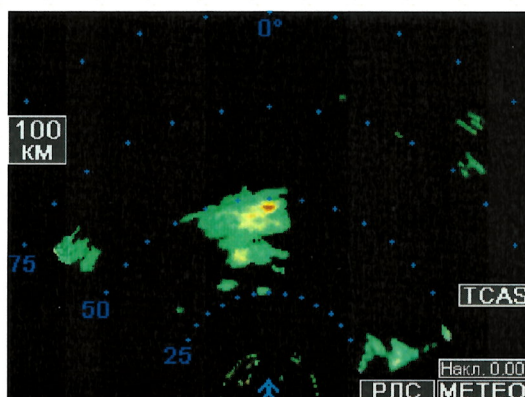

Рисунок 5 – Примерный вид изображения на экране индикатора СЭИ в режиме МЕТЕО.
3.1.4.1 Режим МЕТЕО является основным режимом работы. В этом режиме изделие обеспечивает отображение на экране СЭИ радиолокационного изображения метеобстановки (рис. 5) в полярных координатах “азимут-дальность” в пространстве, ограниченном азимутальными углами $\pm 60^\circ$ относительно строительной оси летательного аппарата, и углом места, определяемым относительно плоскости горизонта наклоном антенной решетки. Угол наклона, значение которое отображается на экране СЭИ, может быть изменен с помощью ручки управления наклоном антенны (рис. 2, поз. 2) на угол $\pm 15^\circ$. Изменение пространственного положения летательного аппарата (крен и тангаж) компенсируется системой стабилизации антенны. Метеообразования в зависимости от степени их опасности для полета летательного аппарата отображаются различным цветом.